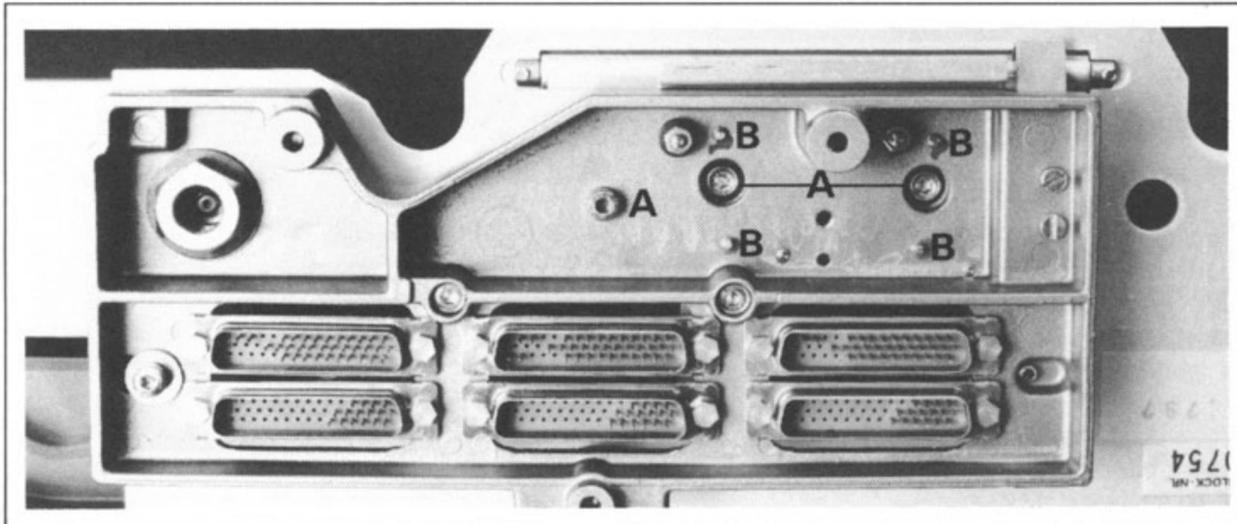

Fig. 3.9.1
Nur die Schrauben (A) (3 mm Inbus) in Fig. 3.9.1 leicht lösen, um Kopf drehen zu können.
Loosen the screws (A) (3mm allenkey) in figure 3.9.1, so as to be able to turn the head.